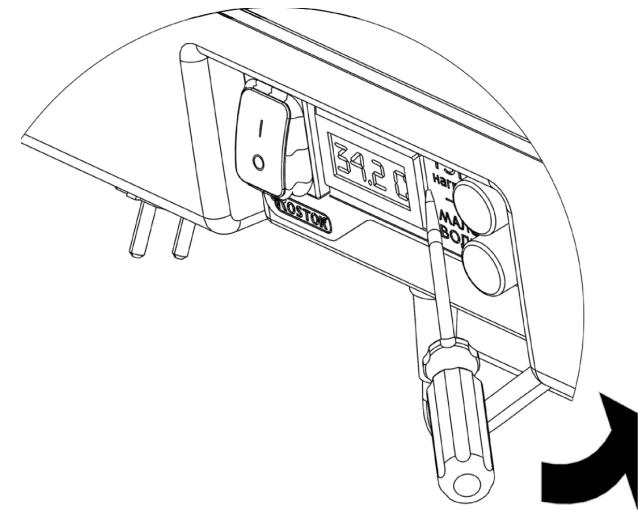

Рис.1
3. Шлицевой отверткой подденьте корпус термометра и аккуратно извлеките его из корпуса КЭМа (см рис. 1).